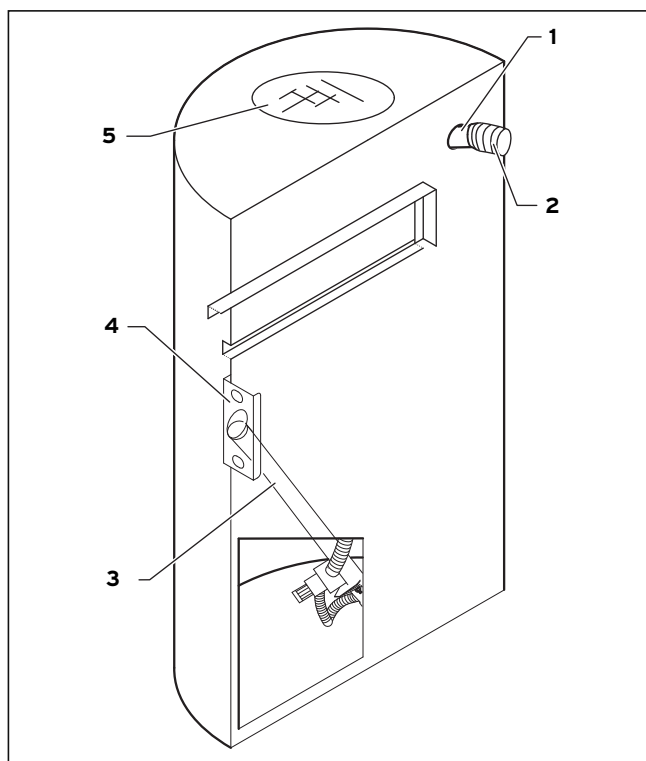

Fig. 5.5 Forrådsbeholderens funktionselementer
Flangeforbindelse: Flangeforbindelsen (8) forbinder indføringssneglen (3, fig. 5.5) fra forrådsbeholderen med pillefyrets faldskakt (1).